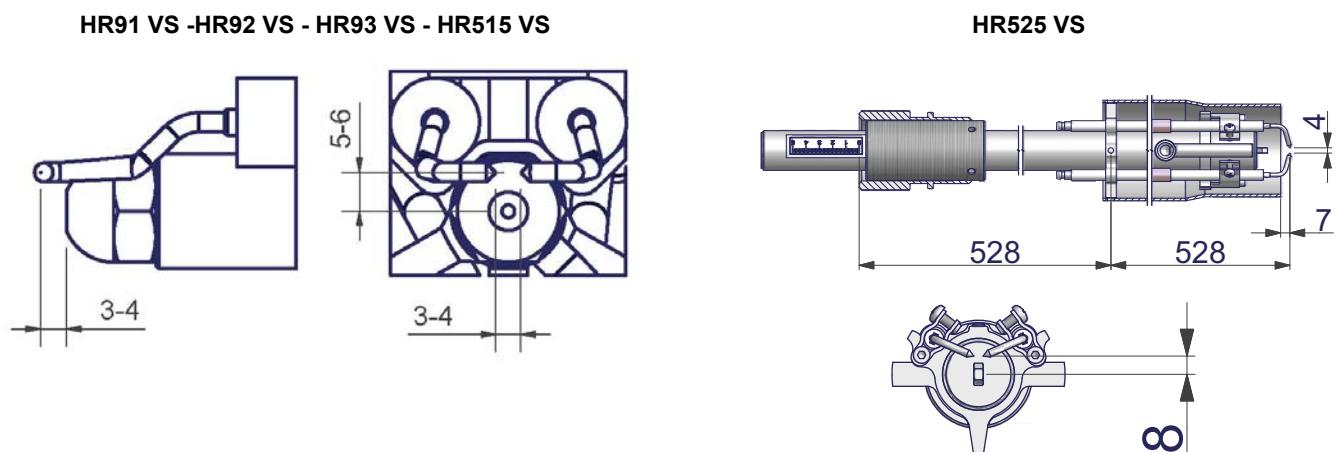

Рис. 27
- Проверьте запальныи электроды, очистите, отрегулируйте и, при необходимости, замените (см. Рис. 27).
Отрегулировать положение электродов и форсунки, соблюдая размеры, указанные на Рис. 27.